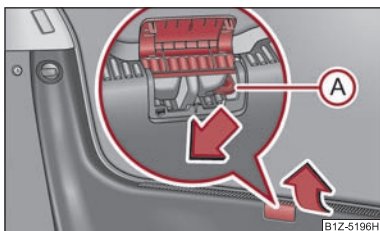

Abb. 30 Notentriegelung der Gepäckraumklappe
- Klappen Sie die Abdeckung vom Schloss nach oben ⇒ Abb. 30.
- Drücken Sie mit Hilfe eines schmalen Gegenstands, z. B. Schraubendreher, den Bedienungshebel (A) bis zum Anschlag in Pfeilrichtung; die Gepäckraumklappe wird entriegelt.